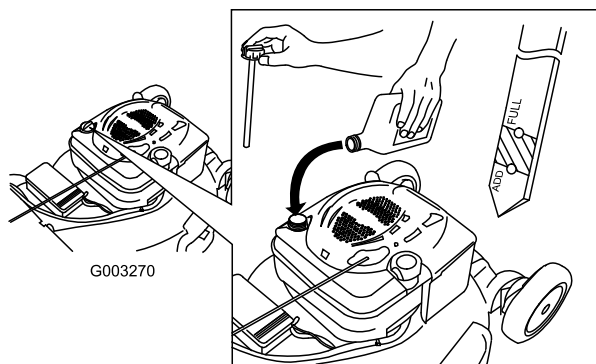

Figure 13
1. Retirez la jauge, essuyez-la sur un chiffon et remettez-la dans le goulot de remplissage (Figure 13).
2. Sortez de nouveau la jauge et contrôlez le niveau d'huile (Figure 13). Si le niveau n'atteint pas le repère minimum (Add) de la jauge, versez **lentement** suffisamment d'huile dans le goulot de remplissage pour faire monter le niveau au repère maximum (Full). **Ne remplissez pas excessivement.** (Remplissage max. : 0,59 l, type : huile détergente SAE 30 de classe de service API SF, SG, SH, SJ, SL ou supérieure.)